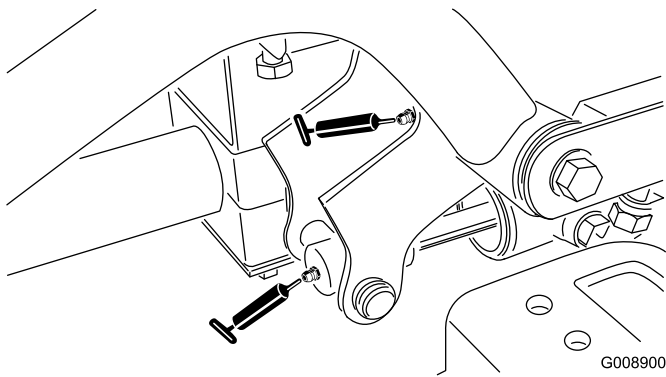

図 35
- ・ 右前昇降アームのピボット昇降シリンダ（2ヶ所）（図 35）